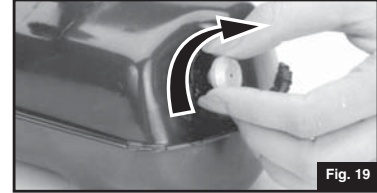

Fig. 19
- Close PUMP KNOB. (Fig. 19)
- Cierre la PERILLA DE LA BOMBA. (Fig. 19)